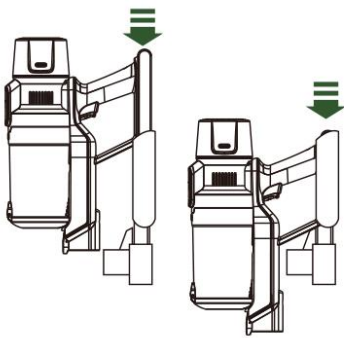

Fig. 2
2. Sluit het apparaat vervolgens aan op het laadstation om de accu opnieuw op te laden (Fig. 2). Steek de stekker van de laadadapter in een stopcontact.